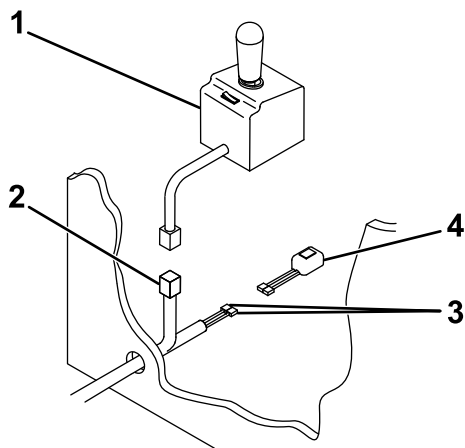

Figure 1
4. Tirez le connecteur du contrôleur du chasse-neige, le fil noir et le fil noir/rouge dans la cabine du véhicule à travers le trou existant (avec passe-câble) dans le pare-feu (Figure 1).
- Reliez les fils noir et noir/rouge à l'interrupteur à bascule des phares (Figure 1).